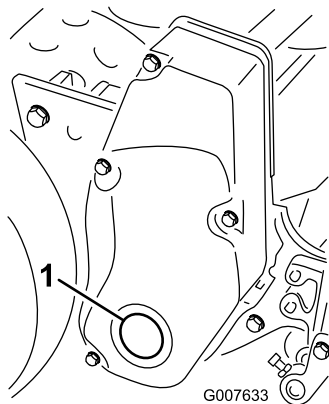

Figura 60
1. Staccate il tappo dal carter del comando del cilindro destro (Figura 60).